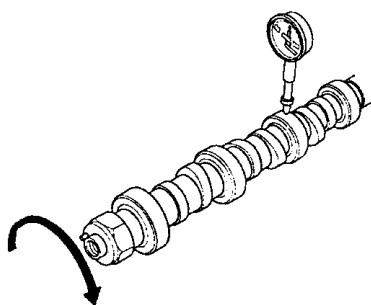

图 2-113 检查凸轮轴总振摆
11) 如图 2-113 所示，将凸轮轴支承在 V 形块上，检查其总振摆。